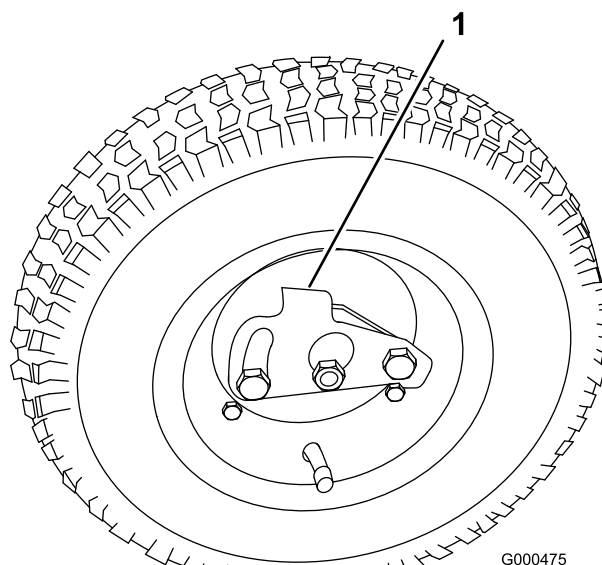

Figura 8
2. Empurre o dispositivo de bloqueio da roda para o centro da roda e deslize a roda na direção do eixo hexagonal (Figura 8).